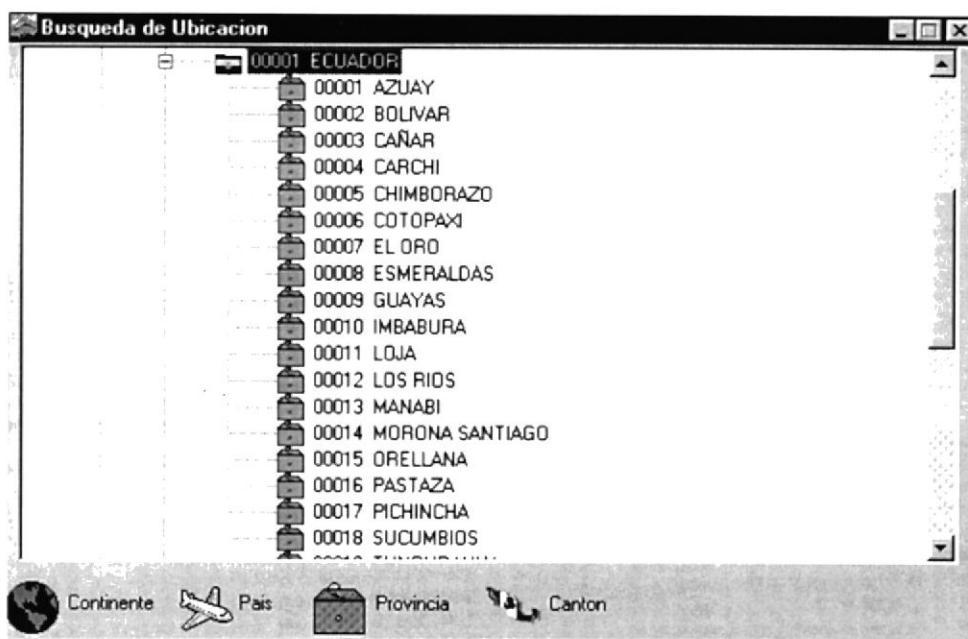

Figura 13.10 Pantalla Búsqueda de Provincias
4. Si desea consultar una Provincia específica, deberá seleccionar el País que contiene a dicha Provincia. De igual manera que en la búsqueda de la Países, dé doble click en la Provincia, automáticamente se llenará la casilla donde se invocó la pantalla de búsqueda con el dato seleccionado (ver figura 13.10)